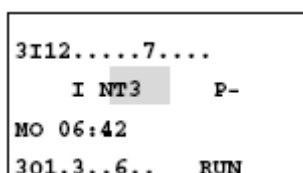

图 5-40
- (2) 使用上、下箭头键改变需要站点的序号，按 OK 键，如图 5-40。